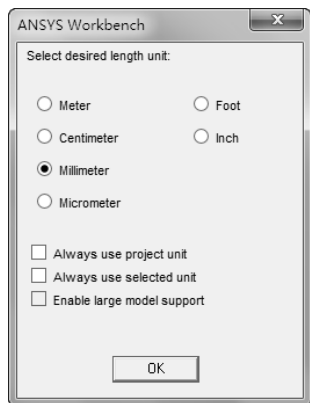

图 6-46 【ANSYS Workbench】对话框
3) 双击项目 A 中的 A2 栏的【Geometry】，此时会进入到 DesignModeler 界面，并弹出【ANSYS Workbench】对话框，选择【Millimeter】单选按钮设置 mm 单位，如图 6-46 所示。